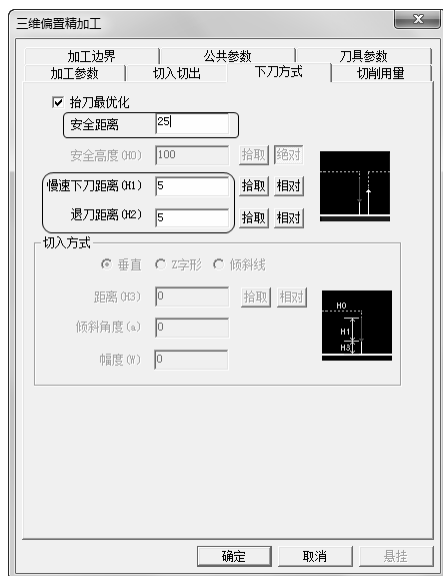

图 3-71 “下刀方式”选项卡
3) 单击“下刀方式”选项卡，勾选“抬刀最优化”，设置“安全距离”、“慢速下刀距离”、“退刀距离”，具体参数数值如图 3-71 所示。